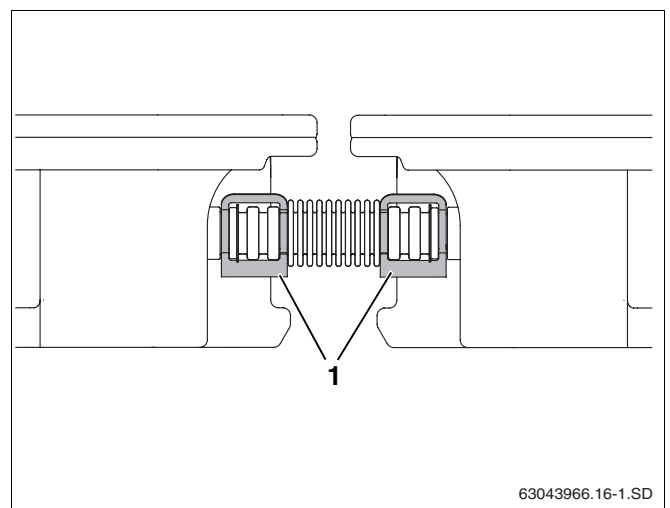

Fig. 46 Unión de tubo ondulado asegurada con abrazaderas
- ▶ Asegure cada caperuza de cierre con una abrazadera y cada unión de tubo ondulado con dos abrazaderas (fig. 46, **pos. 1**).